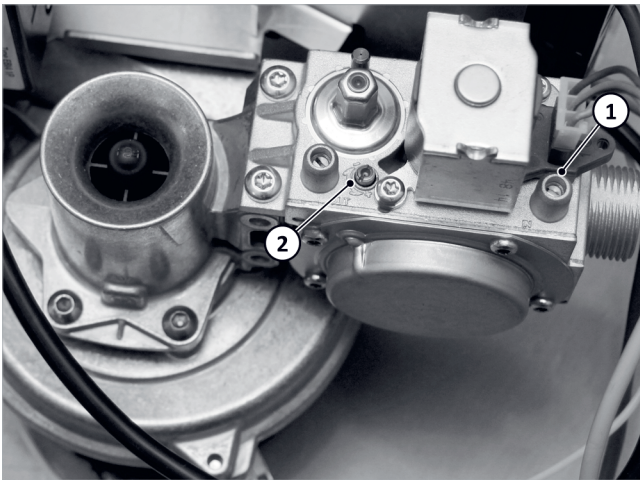

Abb. 113: Brenner einstellen
- Zum Prüfen des Gas-Fließdrucks bei laufendem Brenner dient der Messstutzen → Abb. 113 (1).